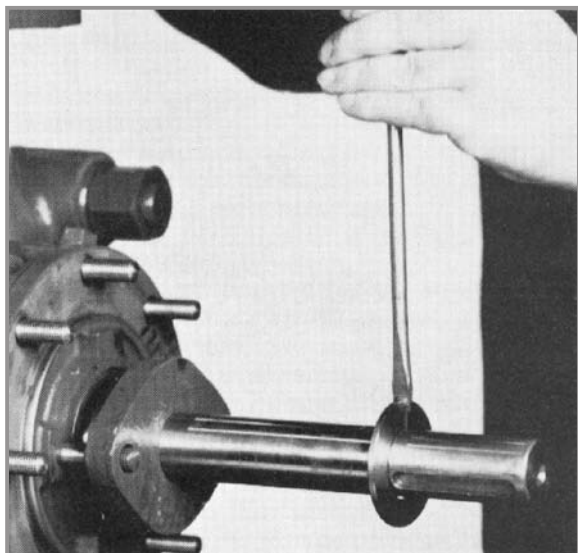

Fig. 37 - Desmontagem do anel centrifugador
09. Junto com o corpo de mancal (350) sai o anel externo do rolamento radial de rolos (322). Após a limpeza constatando-se estar o mesmo em boas condições não deve-se extraí-lo. Estando o rolamento bom e corpo de mancal danificado fazer a extração apoiando-se no anel externo do rolamento, nunca nos rolos.
10. Introduzir a ponta de uma chave de fenda no rasgo do anel centrifugador (507) para que este aumente seu diâmetro interno e seja extraído do eixo (vide Fig. 37).